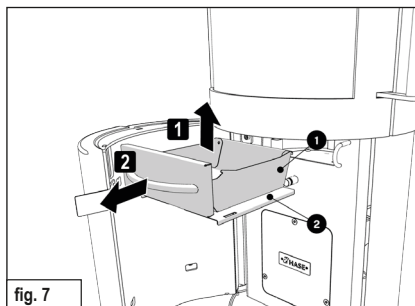

fig. 7
- ▶ Estrarre il contenitore della cenere (1) dalla maniglia con il coperchio (2) (fig. 7).